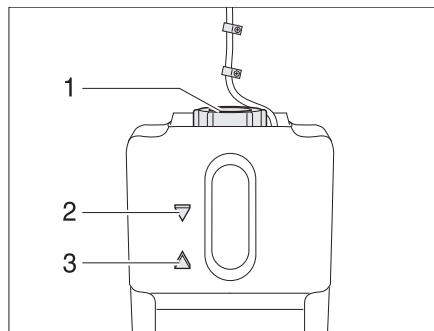

Fig. 154 Vase d'expansion pour le chauffage à eau chaude
- Contrôler si le liquide se trouve entre les marques "MIN" (Fig. 154,2) et "MAX" (Fig. 154,3) sur le vase d'expansion (Fig. 154).
- Ouvrir le bouchon du vase d'expansion (Fig. 154,1).